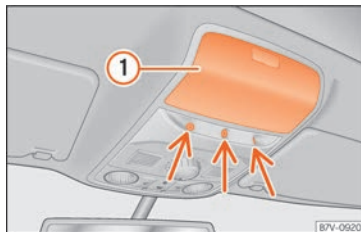

Fig. 93 En la consola del techo: sensores de vigilancia del habitáculo.
- Cierre el compartimento portaobjetos »» fig. 93 ① de la consola del techo, pues de lo contrario no se garantiza la función de vigilancia del habitáculo (flechas) sin restricciones.